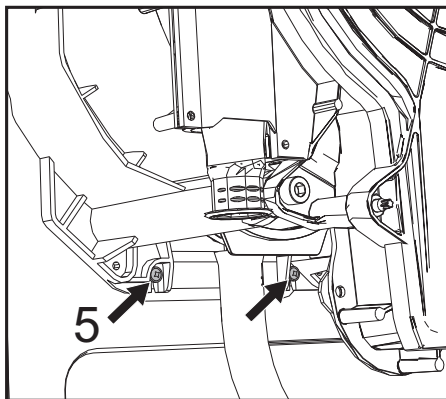

fig. 63
- Afloje los dos tornillos **inferiores "5"** que fijan el intercambiador al bastidor (fig. 63).